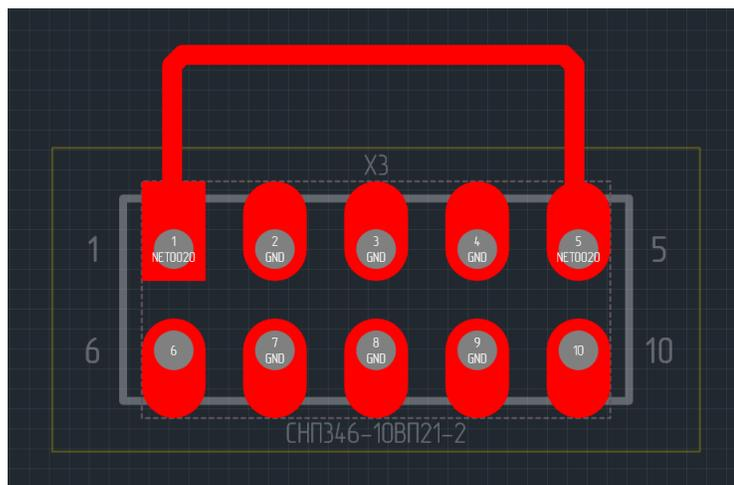

Рис. 238 Трек с требуемой траекторией
3. Повторите действия, описанные в пунктах 1 и 2, пока не будет сформирована требуемая траектория трека, см. Рис. 238.